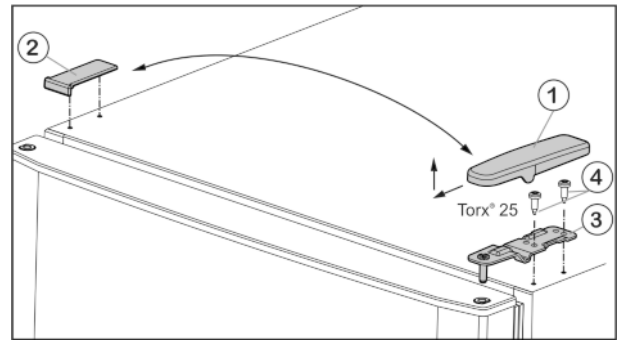

Fig. 6
- ▶ Abdeckung Fig. 6 (1) nach vorne und oben abziehen.
- ▶ Abdeckung Fig. 6 (2) abheben.
- ▶ Oberen Lagerbock Fig. 6 (3) abschrauben (2 mal Torx® 25) Fig. 6 (4) und nach oben abziehen.
- ▶ Oberen Lagerbock *Fig. 6 (3)* auf der neuen Scharnierseite in die Tür einsetzen.
- ▶ Oberen Lagerbock **fest (mit 4 Nm)** anschrauben (2 mal Torx® 25) *Fig. 6 (4)*. Eventuell einen Akkuschrauber verwenden.
- ▶ Abdeckung *Fig. 6 (1)* auf der Gegenseite von außen aufsetzen und einrasten.
- ▶ Abdeckung *Fig. 6 (2)* jeweils auf der Gegenseite von oben aufsetzen und einrasten.